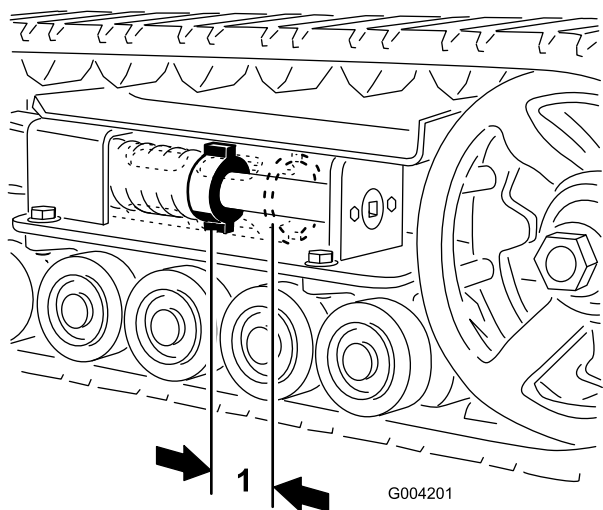

Рисунок 44
Между натяжной гайкой и задней стороной натяжной трубы должен быть зазор 2-3/4 дюйма (7 см) (Рисунок 44). Если это не так, отрегулируйте натяжение гусеницы, используя следующую методику:
4. Используя сменную головку размером 1/2 дюйма (Рисунок 46), поворачивайте натяжной винт против часовой стрелки до тех пор, пока расстояние между натяжной гайкой и задней стороной натяжной трубы (Рисунок 44) не станет равным 2-3/4 дюйма (7 см).
- Вращайте натяжной винт против часовой стрелки до тех пор, пока расстояние между натяжной гайкой и задней стороной трубы вилки (Рисунок 44) не станет равным 2-3/4 дюйма (7 см).
17. Вращайте натяжной винт против часовой стрелки до тех пор, пока расстояние между натяжной гайкой и задней стороной натяжной трубы (Рисунок 44) не станет равным 2-3/4 дюйма (7 см).